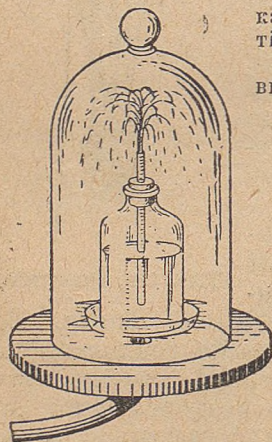

Рис. 111.
3. Воздушной насос колокол увтё сувтётёма ваён склянка. Эта склянкаис тупкалом пробкайн, кода пыр лэдёма стеклянной трубка. Мыля трубканись воздухсё качайтёко шогмё валён фонтан (рис. 111)?